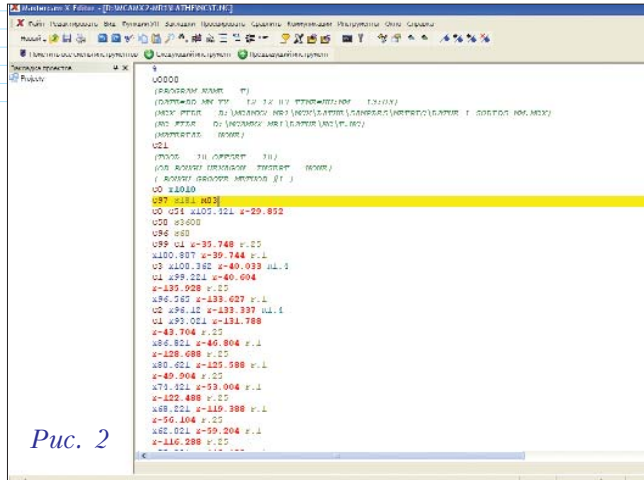

Рис. 2
- цветовое выделение кодов и переменных (рис. 2);